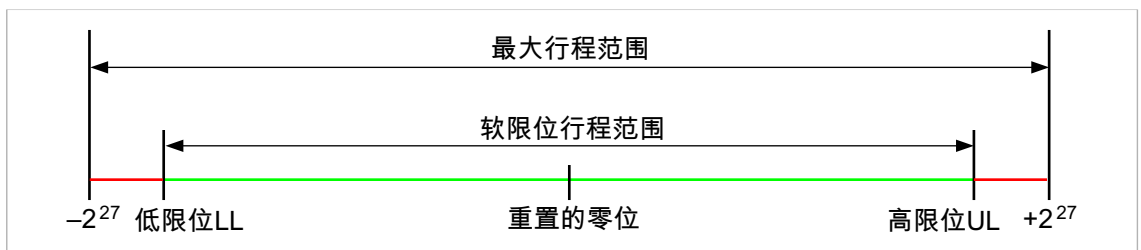

图 3: 带正负号的位置值的行程与限位示意图
- ▶ 可通过驱动器设置和定义软限位（低限位 LL 和高限位 UL）来避免位置溢出，参见图 3。